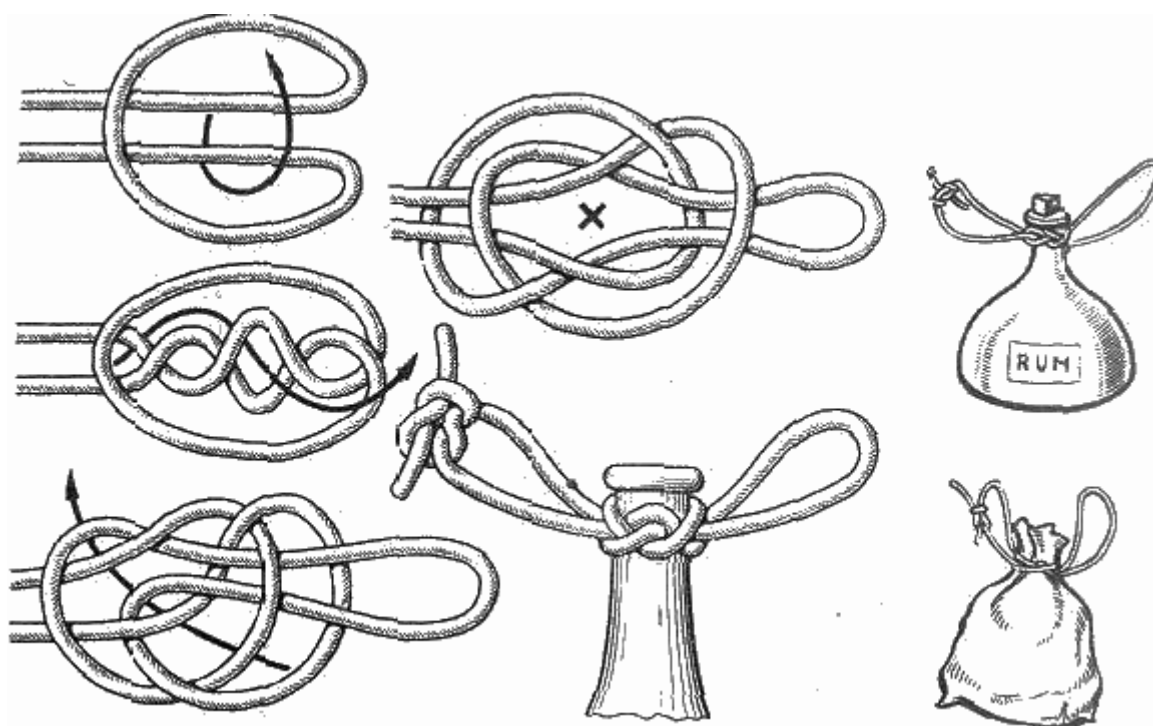

Рис. 111. Амфорный узел
**Амфорный узел** (рис. 111). Для жителей древнего Средиземноморья амфора являлась универсальным сосудом. В амфорах хранили и перевозили оливковое масло, маслины, вино, зерно, муку и пр. Дно у этого сосуда, как известно, заостренное, поэтому поставить его на землю было нельзя: